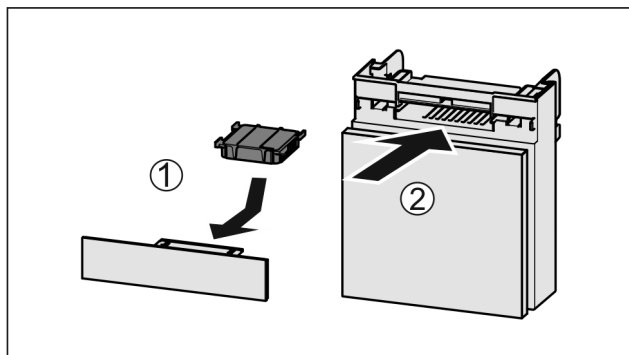

Fig. 87
- Anbring aktivkulfilteret som vis på billedet *Fig. 87 (1)*.
- Skub rummet ind *Fig. 87 (2)*.